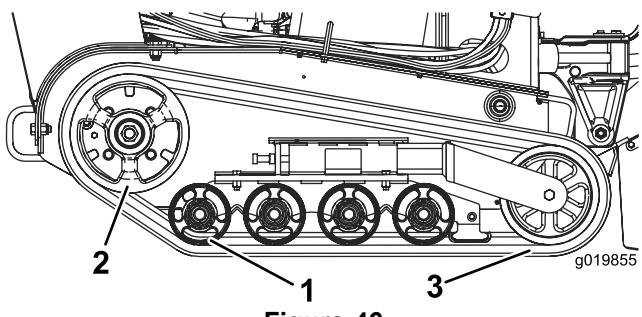

Figura 46
Importante: Certifique-se de que limpa bem as rodas e a roda motora de transmissão (Figura 46).
8. Começando na roda motora de transmissão, enrole a nova lagarta em torno da roda motora, assegurando que as porcas no interior da lagarta se encaixam nos espaçadores da roda motora (Figura 46).
9. Empurre a lagarta para debaixo e para o meio das rodas de estrada traseira e central (Figura 46).